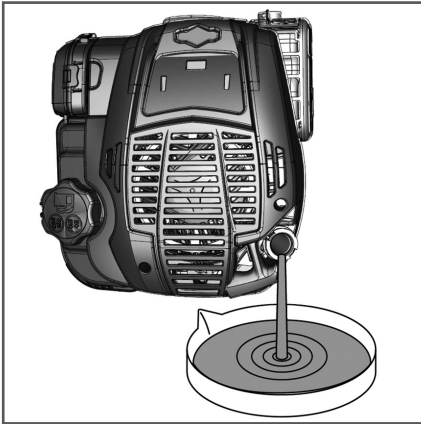

Рис. 20 Слив масла с двигателя
7. Вместе с помощником наклоните газонокосилку в сторону задней крышки деки так, чтобы емкость для слива отработанного масла находилась под маслозаливной горловиной и слейте отработанное масло через маслозаливную горловину в подготовленную для этого емкость (Рис. 20).